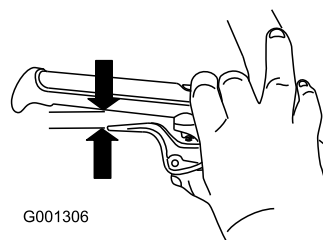

Figura 8
4. Premete a fondo la leva, poi verificate la luce tra la parte inferiore della stegola e l'estremità della leva della frizione ruote (Figura 8).